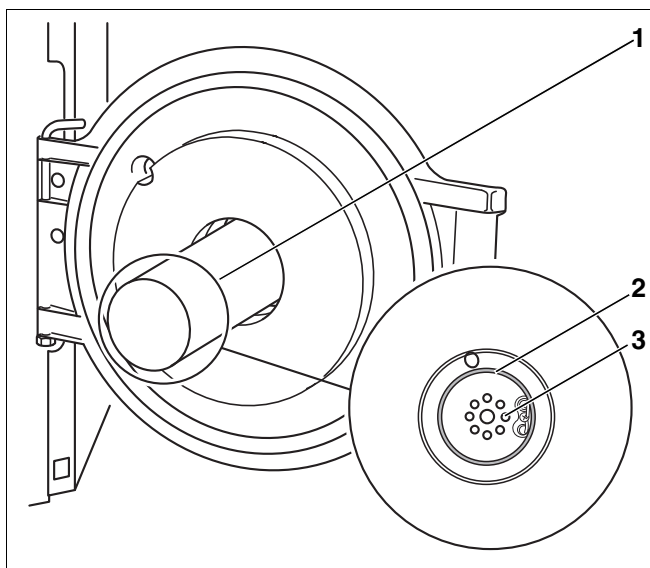

Abb. 25 Korrekten Sitz des Dichtrings kontrollieren
- Korrekten Sitz über die Innenseite der Brennentür prüfen, indem Sie in das Brennerrohr (Abb. 25, **Pos. 1**) hineinschauen.
- Wenn Mischsystem (Abb. 25, **Pos. 3**) und Dichtung (Abb. 25, **Pos. 2**) in korrekter Position sitzen, so können Sie die Brennentür schließen und mit den Brennentürschrauben festschrauben.